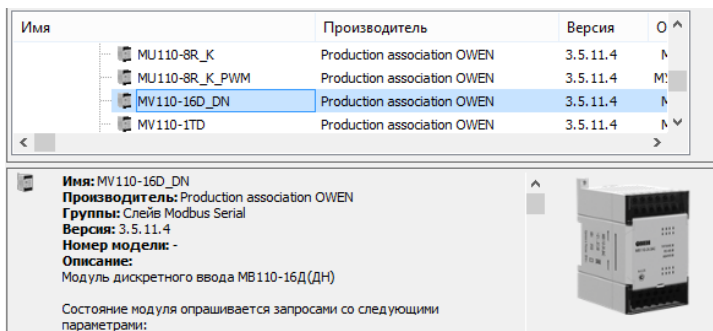

Рис. 15. Добавление необходимых модулей
4. Добавить необходимые модули (например **MB110-224.16Д**) (рис. 15).